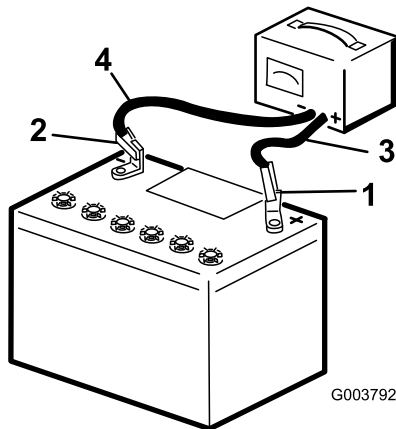

Figure 54
2. Chargez la batterie pendant 4 à 8 heures à un régime de 3 à 4 A (Figure 54). Ne chargez pas la batterie excessivement.
3. Quand la batterie est chargée au maximum, débranchez le chargeur de la prise, puis débranchez les fils du chargeur des bornes de la batterie (Figure 54).